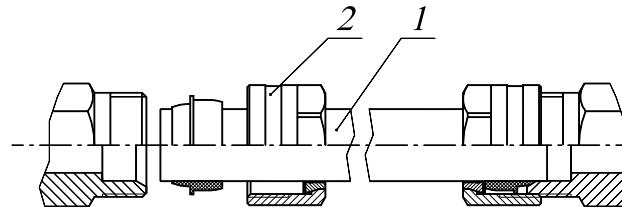

Рис.6. Соединение нагревательных элементов конвектора.
- 5.4. При помощи медных труб 18x1 и обжимных фитингов из комплекта монтажных частей, соединить нагревательные элементы секций (рис.6). Для этого необходимо через отверстие в корпусе вставить трубы в патрубки нагревательных элементов, закрутить гайки рукой до упора, после этого гаечным ключом завернуть гайки на 1¼ оборота.